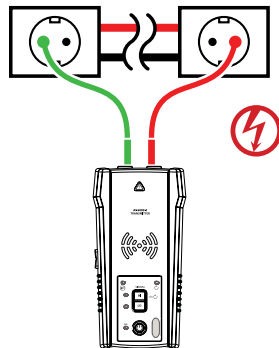

Figura 3.1a
2. Collegare il puntale rosso al cavo di linea/fase sotto tensione (sul lato di carico del sistema). Il segnale sarà trasmesso SOLO tra il lato di carico a cui è collegato il trasmettitore e la sorgente di alimentazione (vedi figura 3.1a).